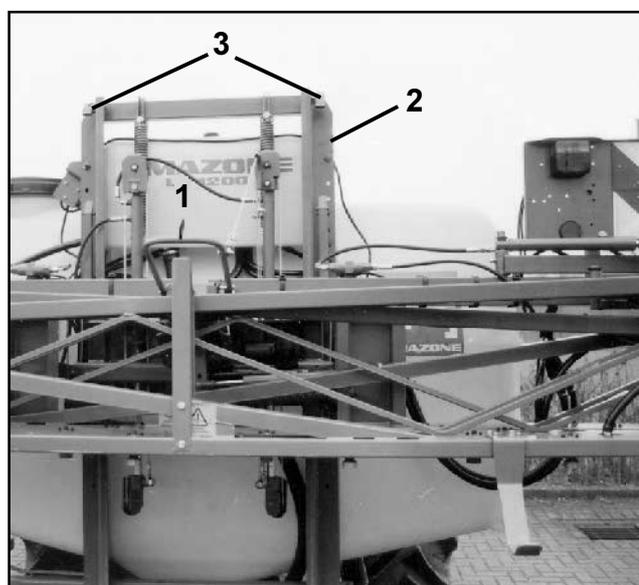

Fig. 8.8
- Levez la rampe encore repliée jusqu'à ce que le verrou de transport (fig. 8.8/1) se déverrouille (à peu près au 2/3 de la hauteur du bâti support de rampe (fig. 8.8/2)).
- Déverrouillez l'amortissement tri-directionnel de la position de transport en montant la rampe jusqu'aux butées supérieures (fig. 8.8/3) (voir au chapitre 8.2.2.3).